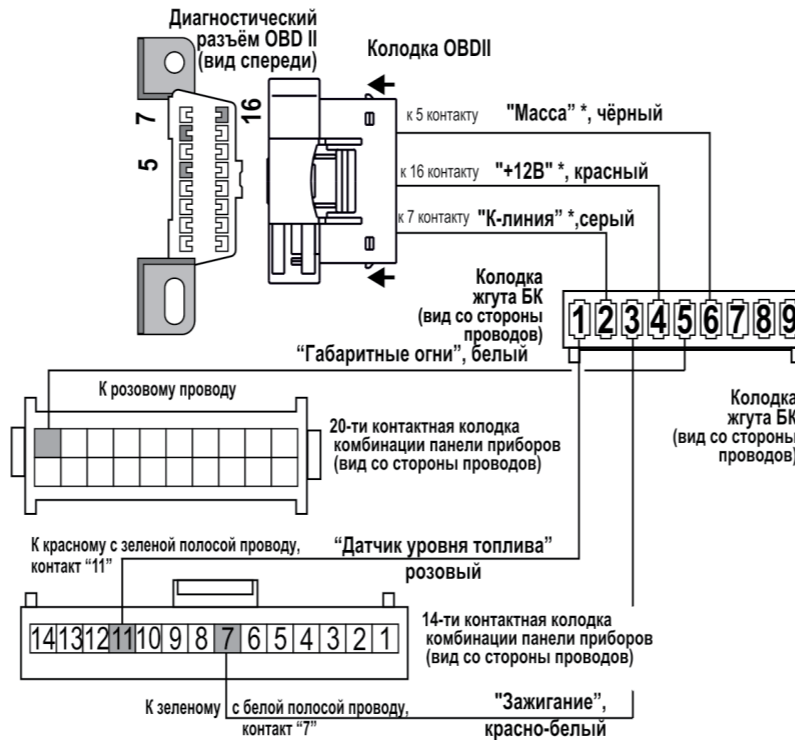

рис.15 Схема подключения к а/м Hyundai Getz (для однорядной и двухрядной колодки комбинации панели приборов)
4.5 Соедините **розовый** провод "Датчик уровня топлива" из жгута БК с **красным с зеленой полосой** проводом, подходящим к контакту №11 14-ти контактной колодки комбинации панели приборов (поз.2, рис.14). Смотри схему подключения рис.15.
4.6 Соедините **красно-белый** провод "зажигание" из жгута БК с **зеленым с белой полосой** проводом, подходящим к контакту №7 14-ти контактной колодки комбинации панели приборов (поз.1, рис.14). Смотри схему подключения рис.15.